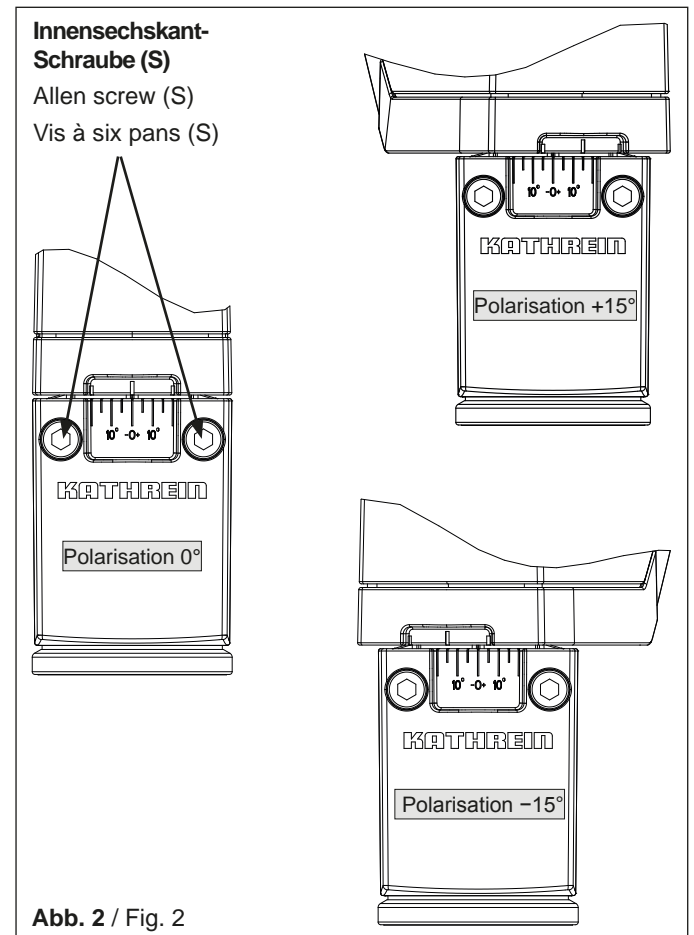

Abb. 2 / Fig. 2
### Polarisations-Voreinstellung (Abb. 2)
1. Beide Innensechskant-Schrauben (S) lockern.
2. Durch Drehen des Speisesystems die Referenzmarke auf den Wert lt. Polarisations-Voreinstellungs-Tabelle einstellen (siehe Abb. 2)
3. Die Innensechskant-Schrauben (S) gleichmäßig im Wechsel festziehen. Anzugsdrehmoment: Max. 4,5 Nm.
### Setting the polarisation (Fig. 2)
1. Loosen both Allen screws (S).
2. Turn the feed system to set the reference mark to the value given in the polarisation pre-setting table. (see fig. 2)
3. Tighten the Allen screws (S) evenly, alternating between both. Torque: max. 4.5 Nm.
### Ajustage de la polarisation (Fig. 2)
1. Desserrer les deux vis à six pans creux (S).
2. Tourner le système d'alimentation pour régler le repère de référence sur la valeur indiquée dans le tableau de préajustage de la polarisation (voir la fig. 2)
3. Serrer les vis à six pans creux (S) de manière homogène en alternance. Couple de serrage : maxi. 4,5 Nm.